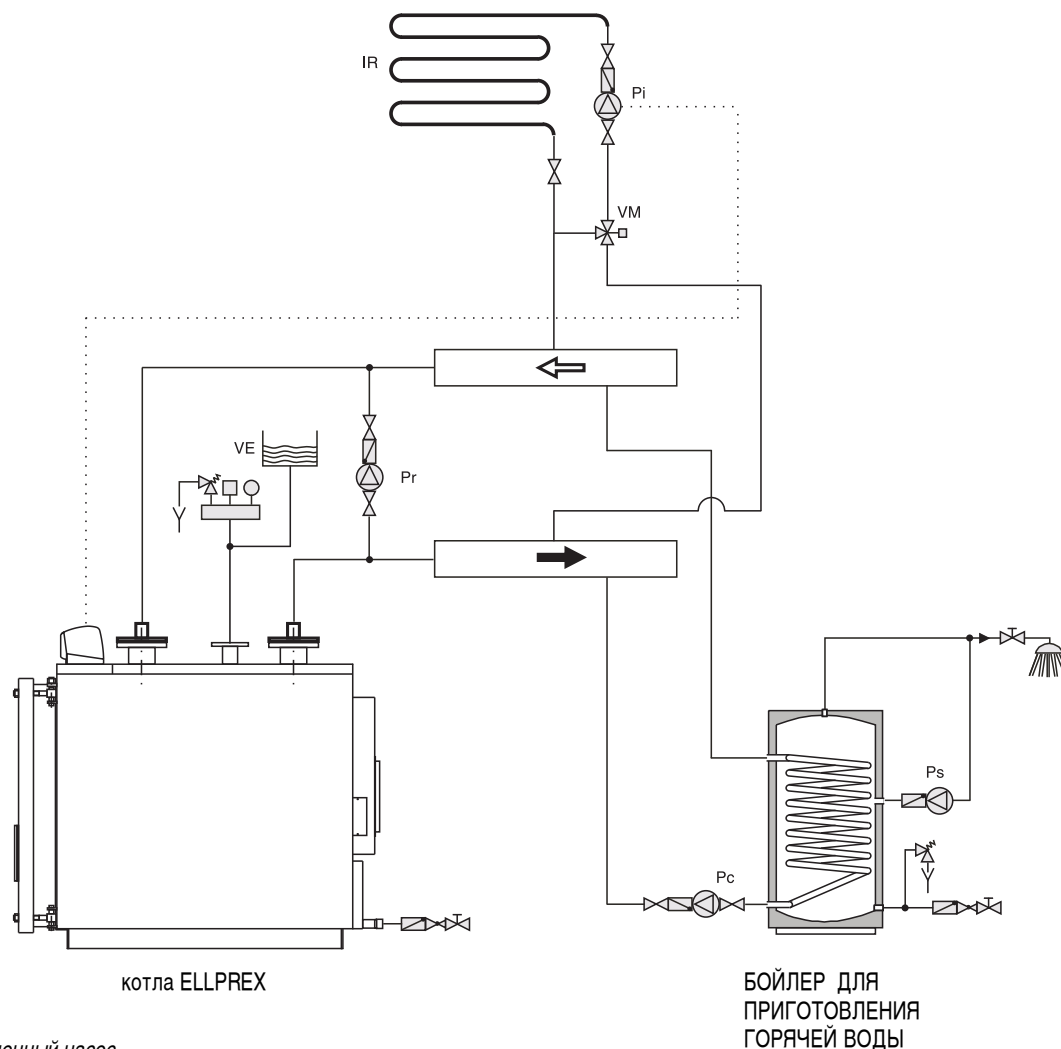

рис. 30
На рис. 30 и 31 приведены типовые схемы подключения котла к системе отопления с приготовлением горячей воды. Напоминаем, что котлы ELLPREX имеют принудительную циркуляцию.
- включением-отключением котлового насоса Pi или, когда он отсутствует, всех насосов установки (например, насосов Pi и Pc на рис.30) по команде термостата $T_{мин}$ с уставкой срабатывания $55^{\circ}C$;